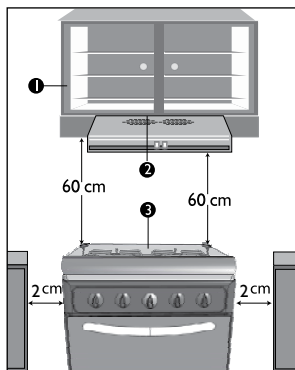

Figura 6
- Si su artefacto está ubicado debajo de gabinetes con o sin campana extractora se deben respetar como mínimo las distancias (Ver figura 6).